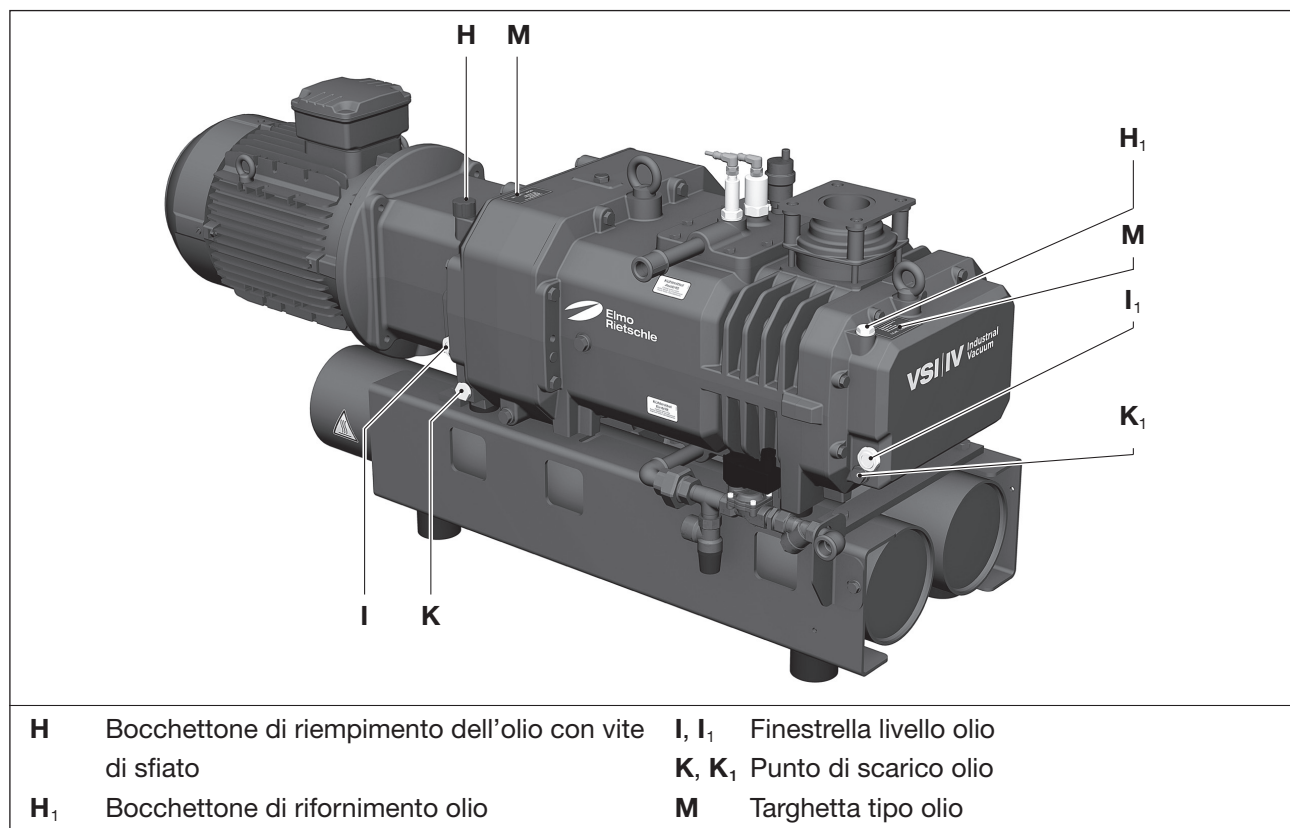

Fig. 17 Sostituire l'olio
Controllare ogni mese il livello dell'olio nel vetro spia del manometro (Fig. 17/I, I₁).
- Aprire il tappo del punto di riempimento dell'olio (Fig. 17/H) e rabboccare l'olio fino al bordo superiore del vetro spia del manometro (Fig. 17/I).
- Aprire il tappo del bocchettone di riempimento dell'olio (Fig. 17/H₁) e rabboccare l'olio fino al bordo superiore del vetro spia del manometro (Fig. 17/I₁).
- Aprire il tappo di chiusura dei bocchettoni di riempimento dell'olio (Fig. 17/H, H₁), aprire i bocchettoni di scarico dell'olio (Fig. 17/K, K₁) e scaricare tutto l'olio usato.
- Chiudere i bocchettoni di scarico dell'olio (Fig. 17/K, K₁) e caricare olio nuovo mediante i bocchettoni di riempimento (Fig. 17/H, H₁).
- Controllare il livello dell'olio sul vetro spia del manometro (Fig. 17/I, I₁).